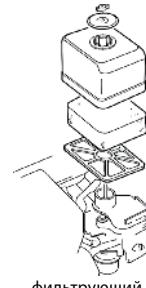

рис. 15
1. Снять крышку фильтра, отвернув гайку (рис. 15).